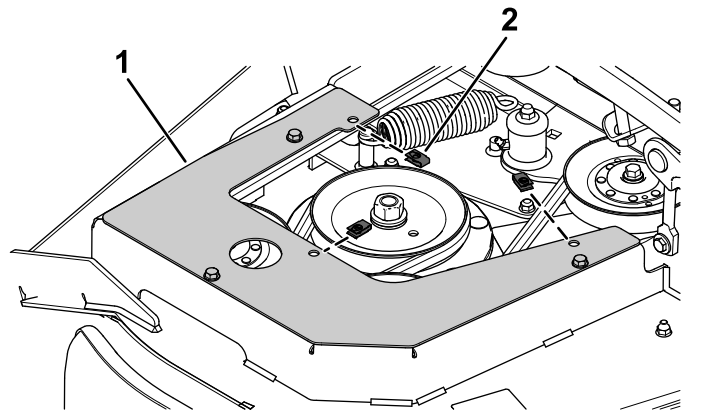

Figura 4
2. Instale os três cliques no resguardo de montagem da polia direita (Figura 4).